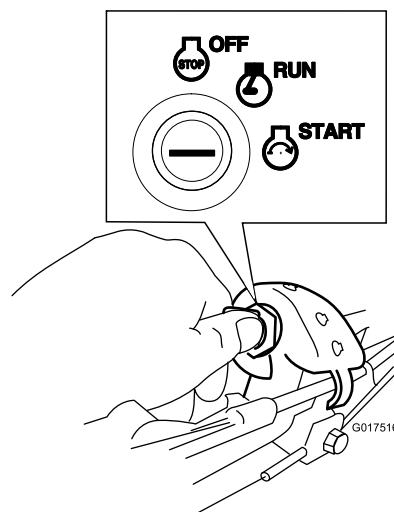

Рисунок 17
- **Ключ зажигания** Поверните ключ зажигания в положение Start (Запуск) и удерживайте в этом положении (Рисунок 17); когда двигатель запустится, отпустите ключ.
1. Поверните ключ зажигания в положение RUN (РАБОТА) (Рисунок 17).